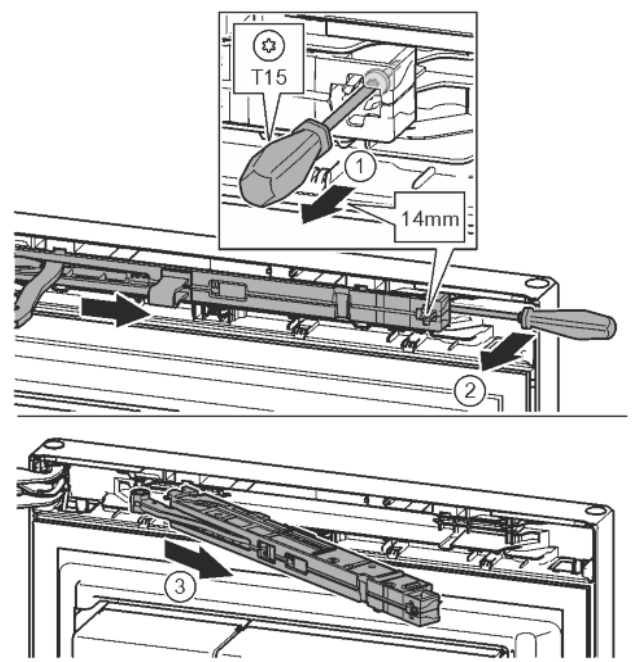

Fig. 12
- ▶ Allentare di ca. 14 mm la vite nell'unità dell'ammortizzatore di chiusura con il cacciavite T15. Fig. 12 (1)
- ▶ Portarsi con un cacciavite lato maniglia dietro l'unità dell'ammortizzatore di chiusura e ruotare in avanti. Fig. 12 (2)
- ▶ Estrarre l'unità dell'ammortizzatore di chiusura. Fig. 12 (3)